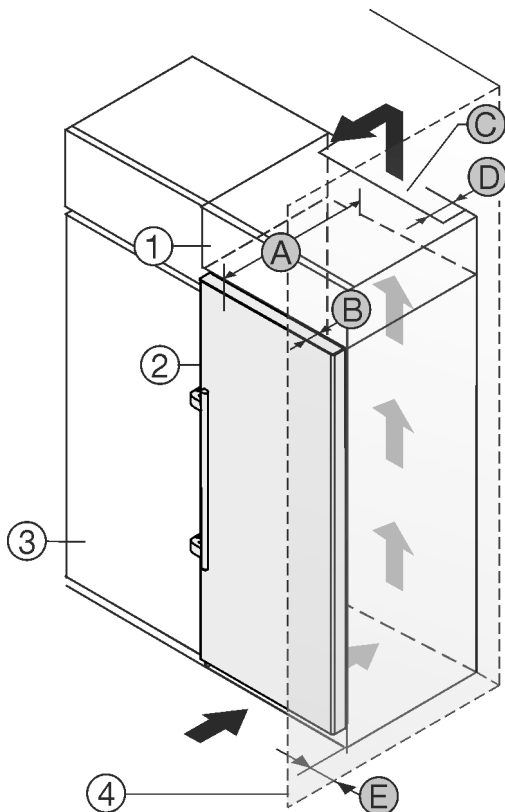

Fig. 2
Te saate seadme vahetult köögikapi Fig. 2 (3) kõrval üles panna.*
Pealiskapi tagaküljel peab olema vähemalt sügavusega Fig. 2 (D) kogu pealiskapi laiune heitõhušaht.*
Ruumi lae all tuleb ventilatsiooniristlõikest Fig. 2 (C) kinni pidada.*
Kui panete seadme šarniiridega seinale Fig. 2 (4) kõrvale üles, siis peab olema seadme ja seinavahekaugus vähemalt 57 mm . See vastab käepideme üleulatusele avatud ukse korral.*
Võimaldamaks ust täielikult avada, peab seade vähemalt ukse sügavuse Fig. 2 (B) võrra köögikapi esiseinast ettepoole ulatuma. Köögikappide Fig. 2 (3) sügavusest ja seinavahehoidikute kasutamisest sõltuvalt võib seade rohkem välja ulatuda.*